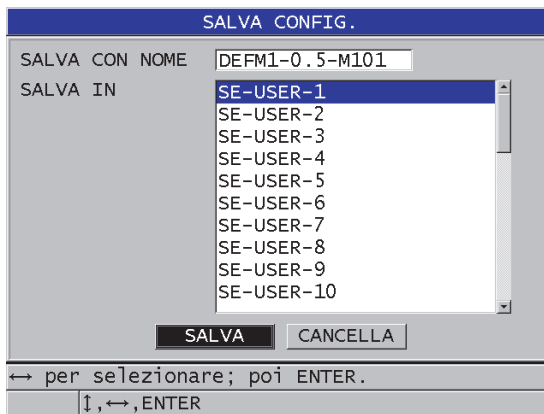

Figura 13-17 Salvataggio delle configurazioni personalizzate
4. Nella schermata **SALVA CONFIG.** (salva configurazione) [vedi Figura 13-17 a pagina 274]: